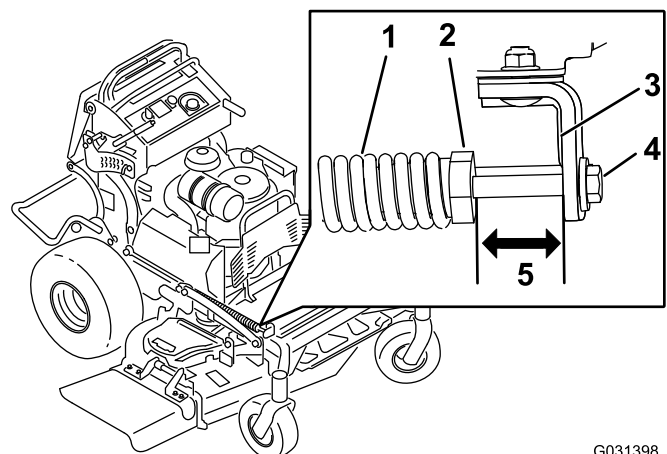

Figure 89
2. Vérifiez la distance entre l'écrou de ressort et l'arrière du support soudé (Figure 89).
3. La longueur doit être comprise entre 47 et 50 mm (Figure 89).
4. Le cas échéant, réglez la distance en ajustant le boulon à l'avant du support de fixation (Figure 89).